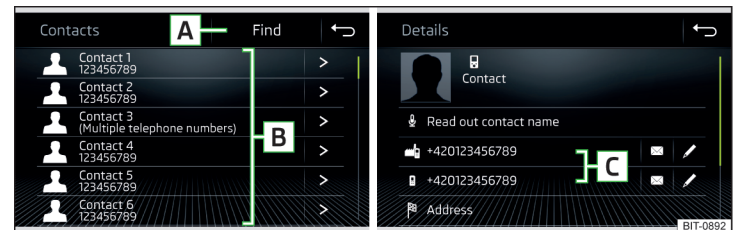

Abb. 205 Liste der Telefonkontakte / Kontaktdetails
- › Im Hauptmenü *Telefon* die Funktionsfläche  antippen, es wird eine Liste der Telefonkontakte angezeigt » **Abb. 205**.